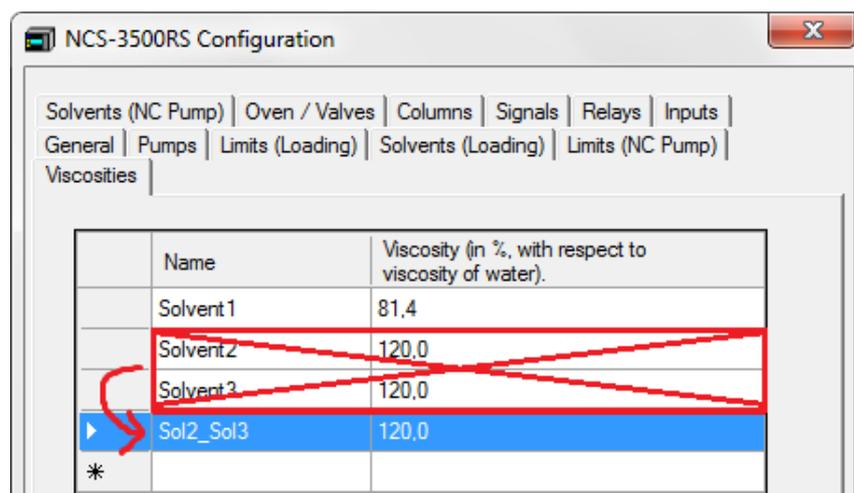

Abb. 55: Eingeben der Viskosität
- ◆ Vermeiden Sie mehrere Einträge mit gleicher Viskosität. Fassen Sie diese stattdessen zu einem Eintrag zusammen (→ Abb. 55).